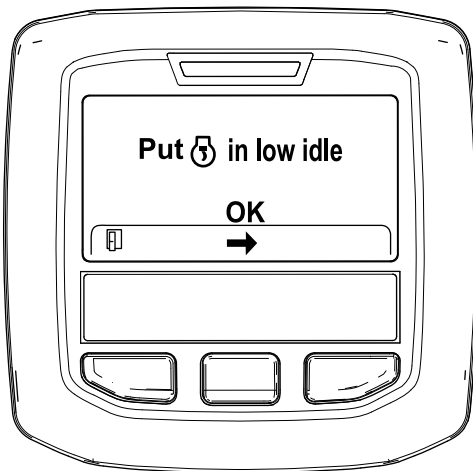

Figura 41
6. Spostate il comando dell'acceleratore in posizione di MINIMA INFERIORE e premete il pulsante centrale (Figura 41).